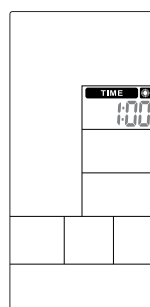
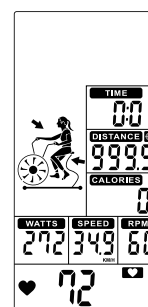

Figure 39
Figure 42
- ① Drücken Sie im Standby-Modus die Taste Zielzeit und TIME leuchtet auf, zusammen mit einem langen Ton für 1s.
- ② TIME-Wert blinkt, drücken Sie UP und DOWN, um den Wert einzustellen (Abbildung 39) und drücken Sie ENTER, um den Wert zu bestätigen, während der Summer 1 Sekunde lang piept und TIME leuchtet dauerhaft auf.
- ③ Der voreingestellte DISTANCE-Wert zählt abwärts, TIME, CALORIES, WATTS, SPEED, RPM beginnen aufwärts zu zählen. (Abbildung 42)
- ① In Standby mode, press Target Time key and. TIME will light up, along with a long sound for 1s.
- ② TIME value is flashing, press UP and DOWN to adjust value (Figure 39) and press ENTER to confirm meanwhile buzzer beeps 1s and TIME lasting lighting up.
- ③ Preset DISTANCE value counts down, TIME, CALORIES, WATTS, SPEED, RPM start to count up. (Figure 42)